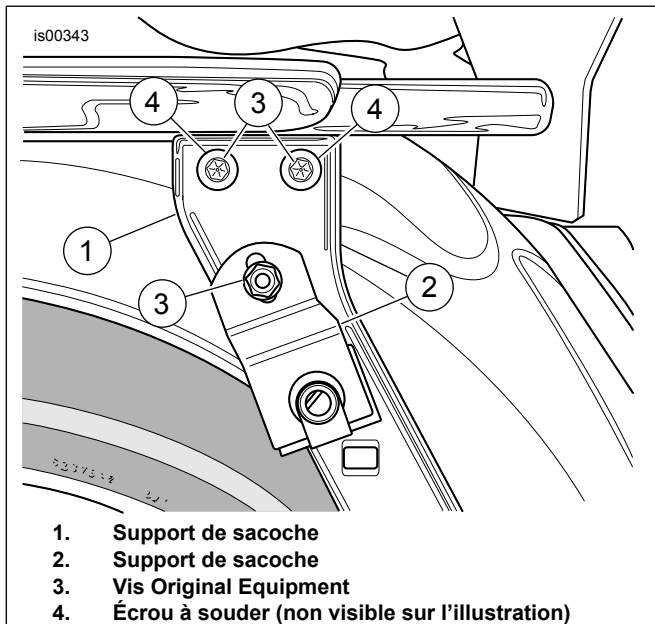

Figure 3. Vis Original Equipment (côté gauche visible sur l'illustration)
7. Voir Figure 3 . Retirer et jeter les vis existantes (3) de chaque côté de la moto.